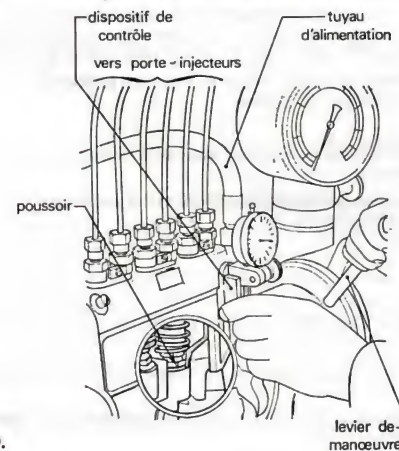

Fig. 40.
- Déterminer le **point mort bas** du piston avec précision, puis mettre le comparateur à zéro (fig. 40).
- Tourner la pompe d'injection à la main dans le sens de rotation déterminé, jusqu'à l'instant précis où le liquide cesse de couler (fig. 40).